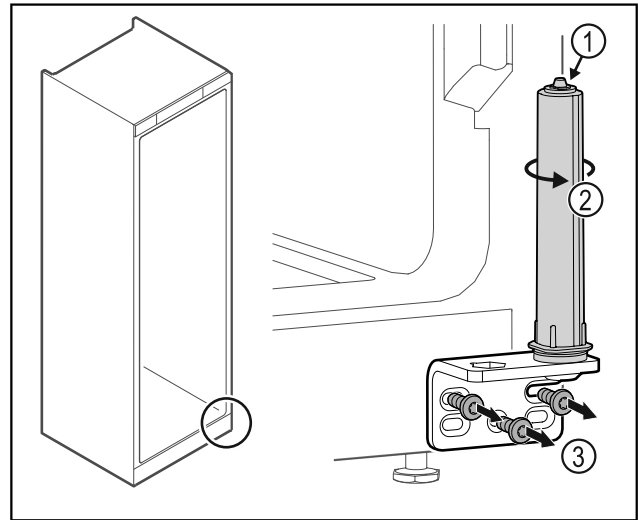

Fig. 35
► No desensamblar el sistema de cierre de la puerta Fig. 35 (1).
- Girar el sistema de cierre Fig. 35 (2) hasta que haga clic.
- Desatornillar la escuadra de bisagra Fig. 35 (3).